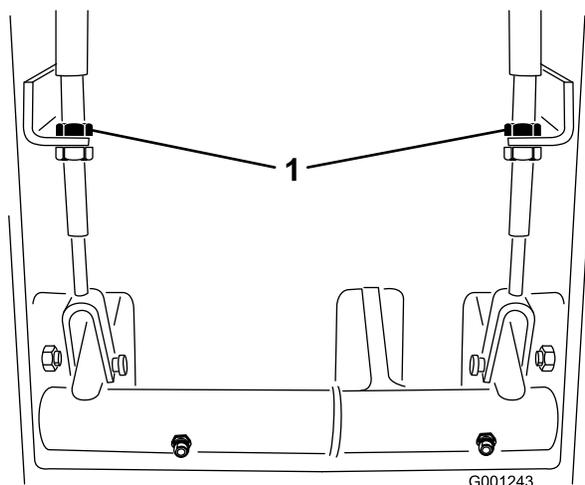

図 63
2. 遊びを減らす (ブレーキを締める) には、ブレーキケーブルのネジ山の前ナットをゆるめ、後ろのナットを締める (図 63)。次に、後ナットを締めてケーブルを後方に移動させてブレーキペダルの遊びが 13 - 25 mm なるようにする。